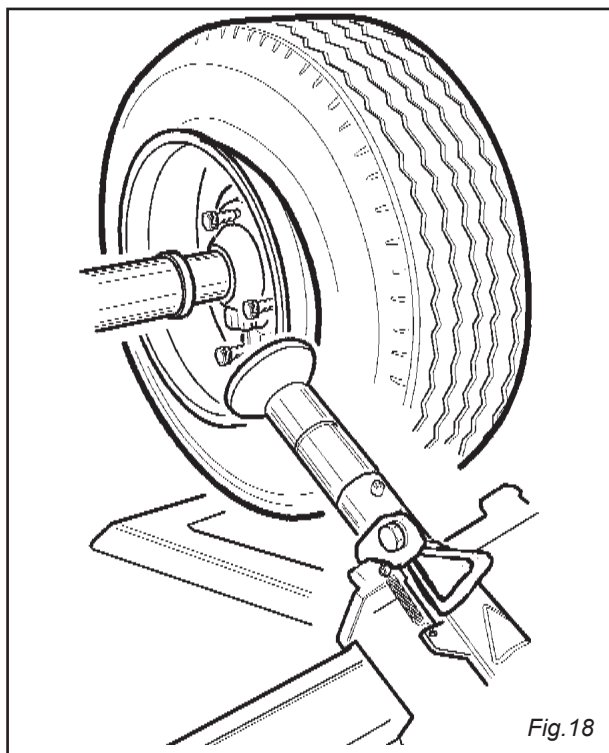

Fig. 18
- 7) Far ruotare la ruota e contemporaneamente fare avanzare il rullo a brevi scatti. (Fig. 18)